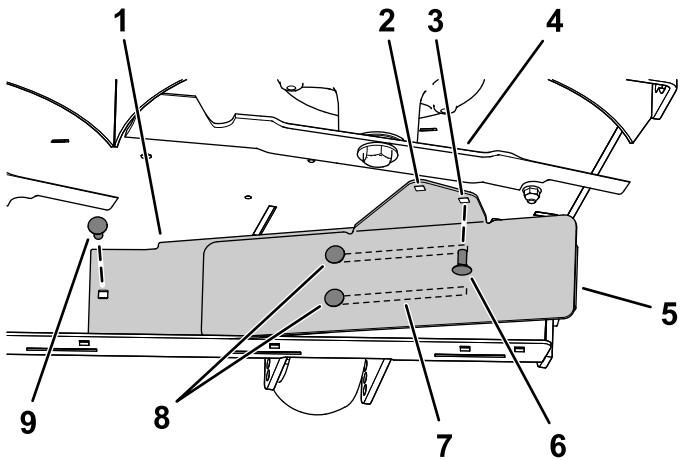

Figura 10
($5/16$ ") kako je prikazano na Figura 10.
na kućištu kosilice (Figura 10).
- Montirajte pregradu kako je prikazano na Figura 10.
Important: Pazite da upotrebite ispravnu rupu za pregradu; pogledajte Figura 10.
- Zategnjite 2 zavrtnja sa poluokruglom kapom ($5/16 \times \frac{3}{4}$ ") u urezima na pregradi (Figura 10).